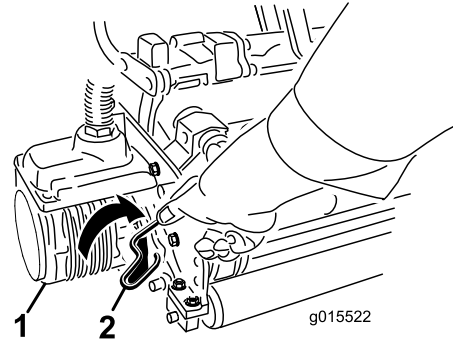

**Figura 38**
6. Revista o veio estriado do motor da unidade de corte com massa lubrificante limpa (Figura 38).
7. Insira o motor no lado esquerdo da unidade de corte (visto da posição do operador) e empurre a barra de retenção do motor na unidade de corte na direção do motor até ouvir um “clique” de ambos os lados do motor (Figura 38).